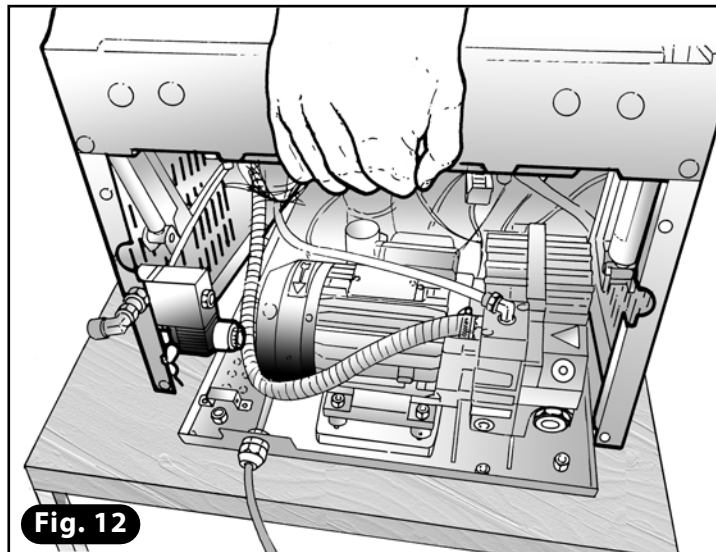

Fig. 12
- 18) Baje el armazón hasta la base y verifique su correcta colocación (Fig. 12).